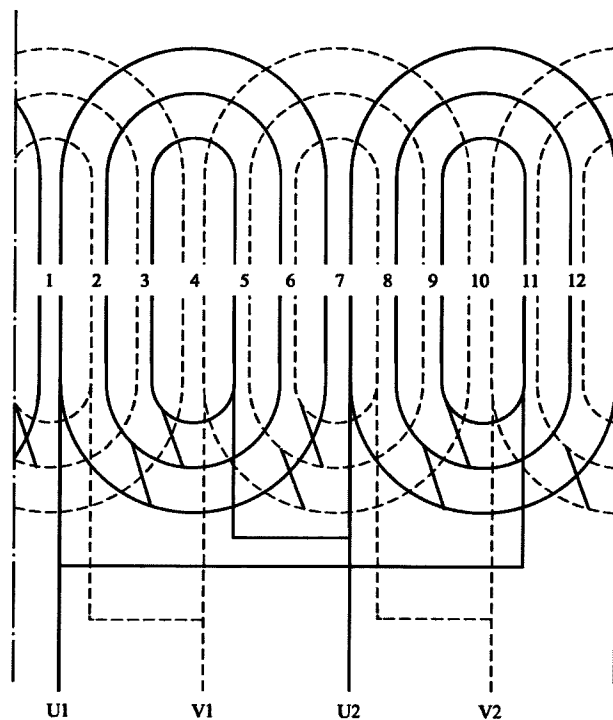

图 4-2 单相 2 极 12 槽正弦绕组 2 路接法展开图
2. 单相 2 极 12 槽正弦绕组 2 路接法展开图 (见图 4-2)